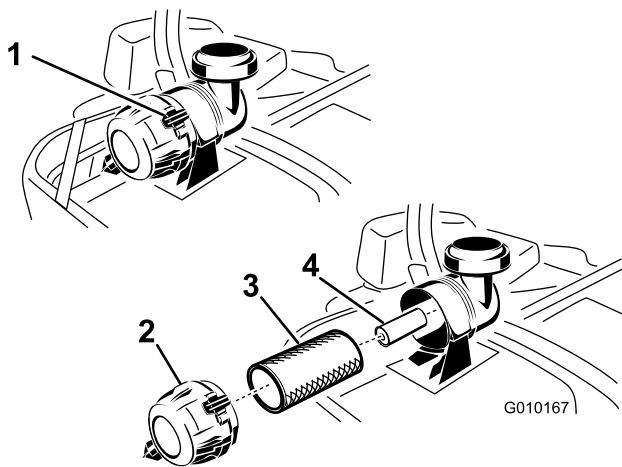

Figure 48
3. Appuyez sur les attaches du filtre à air pour les ouvrir et détachez le couvercle du corps du filtre à air (Figure 48).
5. Sortez l'élément principal du corps du filtre avec précaution (Figure 48). Évitez de cogner l'élément à l'intérieur du corps.
1. Ne nettoyez pas l'élément en papier ; remplacez-le (Figure 48).
2. Si vous remplacez l'élément secondaire, insérez-le avec précaution dans le corps du filtre (Figure 48).
3. Placez ensuite l'élément principal sur l'élément secondaire avec le même soin (Figure 48). Assurez-vous qu'il est bien engagé en appuyant sur le rebord extérieur.
4. Montez le couvercle, renflard en bas, et tournez-le pour que les attaches verrouillent le couvercle en place (Figure 48).